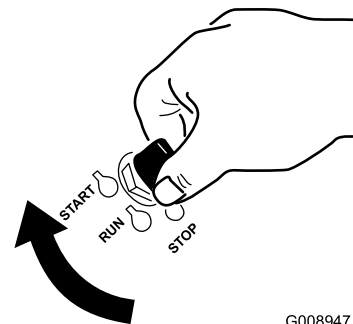

Figure 21
6. Tournez la clé de contact à la position de démarrage (Figure 21).